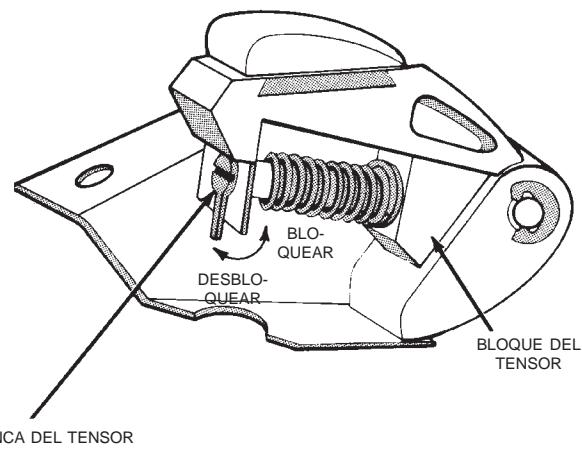

Fig. 45 Carga del tensor de la cadena de distribución
(1) Gire la palanca del tensor a la posición de desbloqueo (inferior) (Fig. 45).
(2) Tire del bloque del tensor hacia la palanca del mismo a fin de comprimir el muelle. Sostenga el bloque y gire la palanca del tensor a la posición de bloqueo (Fig. 45).
(6) Gire la palanca del tensor de la cadena hasta la posición de desbloqueo (inferior) (Fig. 45).
(7) Instale el deflector de aceite.
(8) Reemplace la junta de aceite de la tapa del cárter de la distribución.
(9) Instale la tapa y la junta del cárter de la distribución.
(10) Con la chaveta insertada en la ranura de chaveta del cigüeñal, instale el amortiguador de vibra-